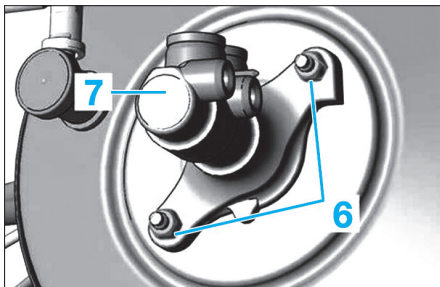

Fig. 14
- Déposer les écrous (6) et le maître-cylindre (7) (Fig.14).